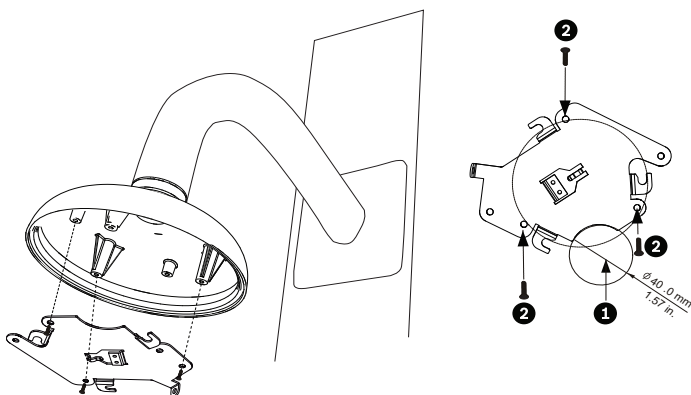

Figura 5.7 Instalación de la placa de montaje en la tapa del domo
2. Coloque los cables en la parte de la placa de montaje con el corte en forma de media luna (ref. nº 2 *Figura 5.7*).